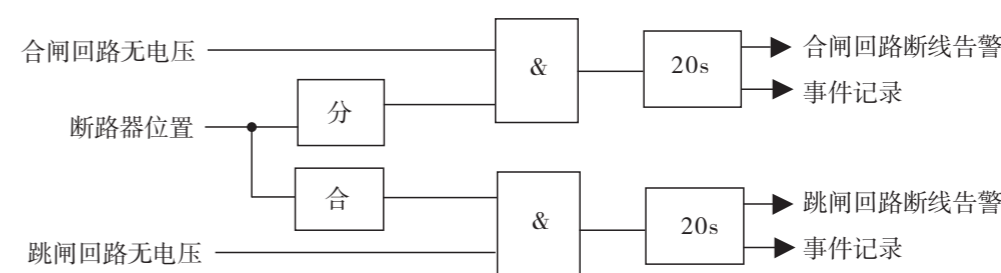

图9-5 控制回路断线告警保护逻辑框图
- YZ100-MFZT开关柜端子排图(附图9-5)。
附图9-5: YZ100-MFZT开关柜端子排图